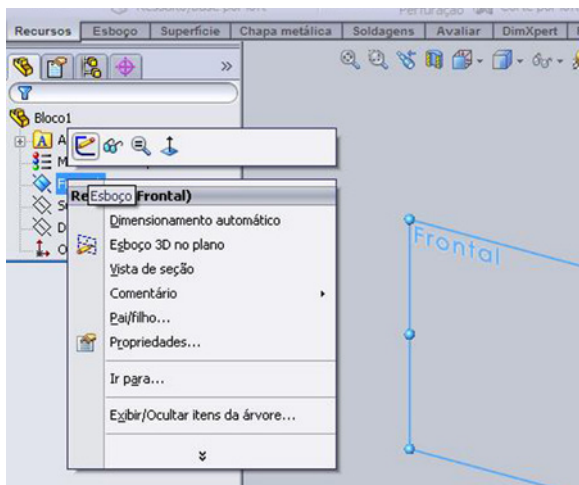

Figura 1.3 – Criando um esboço sobre o plano frontal
2.1.1.1 Clique com o botão direito sobre o Plano Frontal da Árvore da Peça³. É exibida uma caixa de diálogo como na Figura 1.3.